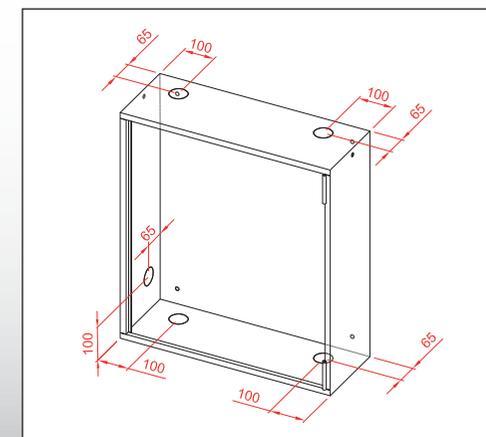

Fig.2
- La alimentación de agua a la BIE-25 se le puede realizar por cinco zonas que corresponden con los semicortes (Fig.2).
2. Al armario se le abrirá la entrada de alimentación de agua (Fig.2).